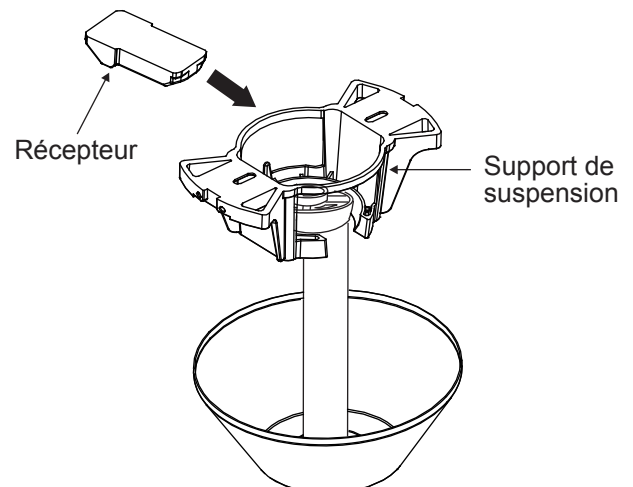

Fig. 13
Étape 1. Insérez le récepteur dans le support de montage au plafond avec le côté plat du récepteur faisant face au plafond. (Fig. 13)